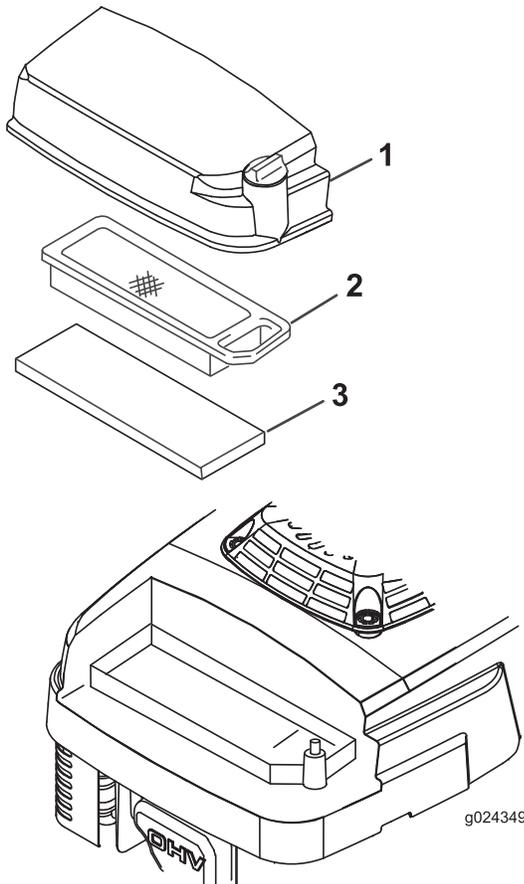

Figura 19
3. Afloje el tornillo de la tapa del limpiador de aire (Figura 19).
5. Retire e inspeccione el filtro de aire de papel (Figura 19), y cámbielo si está excesivamente sucio.
6. Retire el pre-limpiador de gomaespuma (Figura 19) y lávelo con un detergente suave y agua, luego séquelo apretando suavemente con un paño.